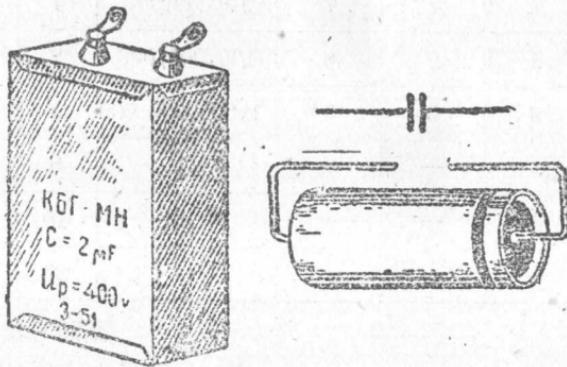

图11 纸质电容器
1. 纸质电容器 如图11所示，外边套有绝缘管，两端封上石腊，以防止湿气侵入。有一端的纸壳上印有颜色的圆圈，表示这个引出线是接外层的极板。如电容器作傍路时，那么这一端通地就有静电隔离作用。电容量和耐电压标明在电容器上，电容量是用微法(μf)作单位，耐压用直流伏特作单位，如果用在交流电路中，那么这个电压值必须除以1.5才能不发生危险，例如500伏直流电压的电容器只能用在330伏以内的交流电路中，如果用在500伏交流电路中，那么这个电容器就有打穿的危险。大容量纸质电容器，是把几个电容单位并联地装在密封的铁匣内的，这样可以防止静电感应和湿气侵入。它的两端引出线是用焊片或接线柱固定的。纸质电容器侵入湿气就容易漏电，平时应保持干燥。